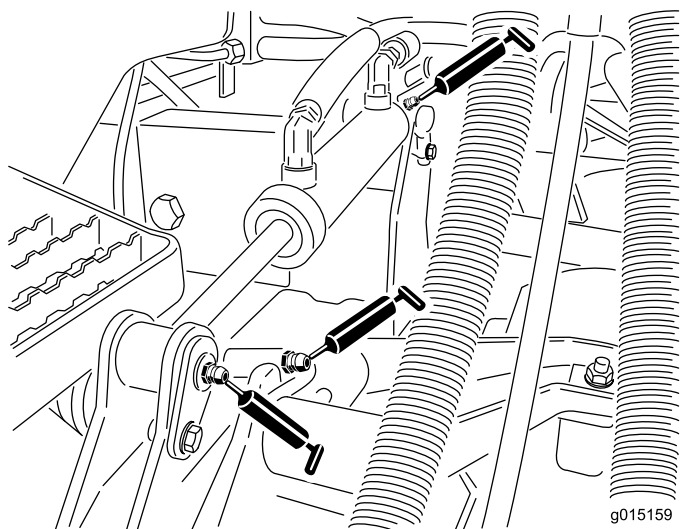

Figura 52
- Casquilhos do braço de elevação (1 por unidade de corte) (Figura 52)
- Casquilhos do cilindro de elevação (2 por unidade de corte) (Figura 52)